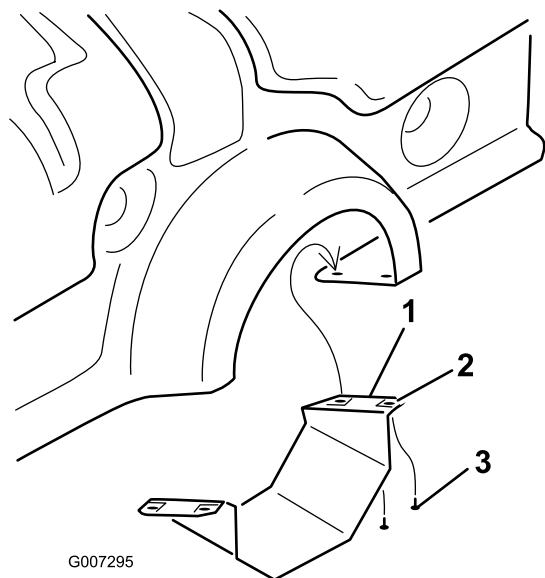

図 7
1. プロコア 864 では、下側 PTO シールドのみ取り外す（図 7）。